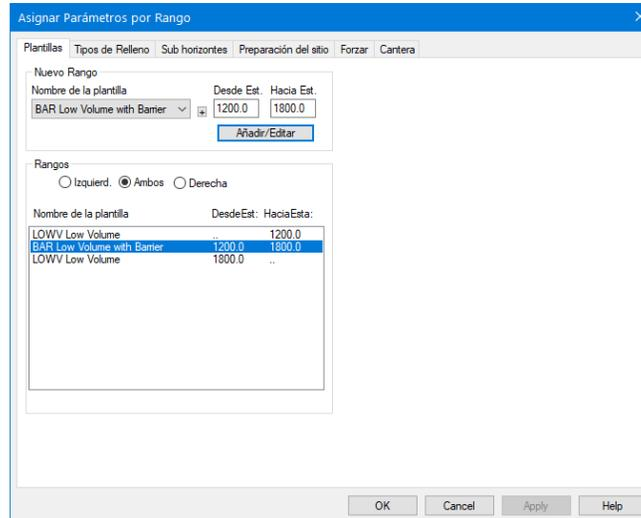

Figura 17-3: Asignando una Plantilla a un rango de Estaciones
14. *Página de inicio* | *Asignar por Rango* para abrir el cajón de diálogo *Asignar Parámetros por Rango* (Figura 17-3). Seleccionar la pestaña *Plantilla*.